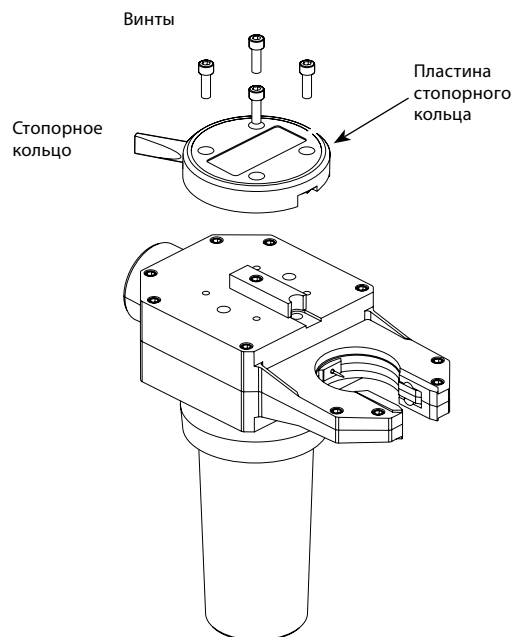

Рисунок 30. Снятие стопорного кольца и пластины стопорного кольца
2. Извлеките четыре винта, стопорное кольцо и пластину стопорного кольца. См. рисунок 30.